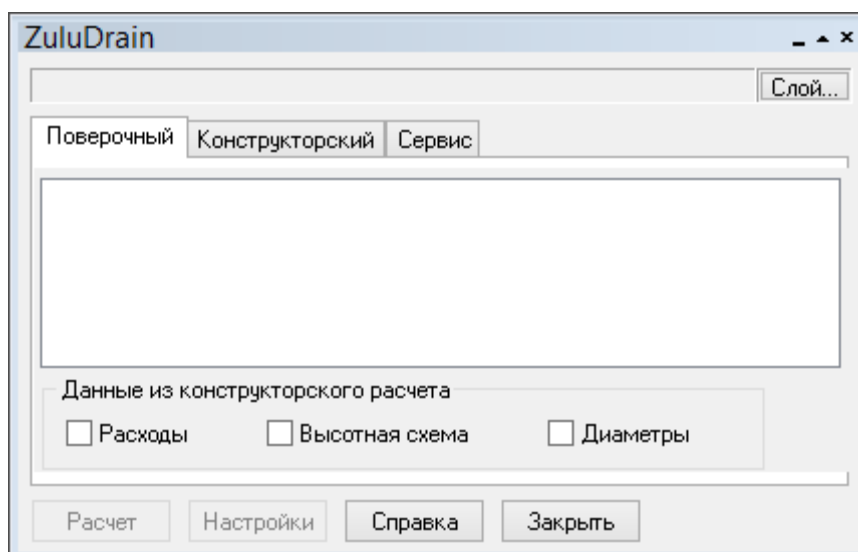

Рисунок 84. Панель расчетов
1. Выберите команду главного меню **Задачи/ZuluDrain** или нажмите кнопку  на панели инструментов. На экране появится панель расчетов (Рисунок 84, «Панель расчетов»).